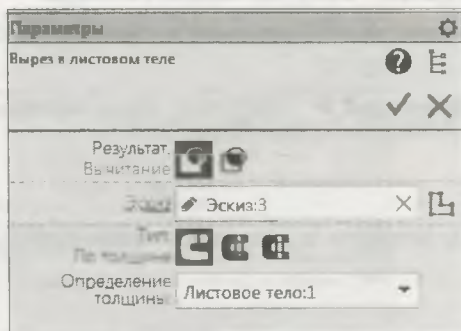

Рис. 29.29. Панель Параметры: Вырез в листовом теле
- ♦ вызовите команду **Вырез в листовом теле**. На панели **Параметры: Вырез в листовом теле** (рис. 29.29) имеются следующие элементы ввода: